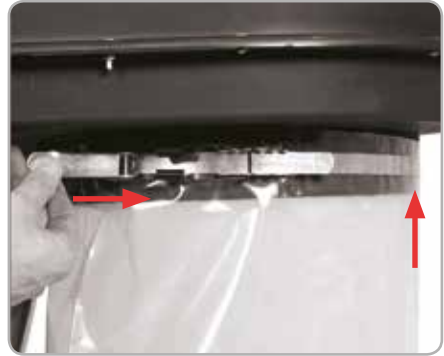

Fig.10
- Trageți sacul colector peste deschizătura inferioară a carcasei din material plastic astfel încât aceasta să fie complet acoperită și fixați-l cu ajutorul dispozitivului de prindere rapidă (Fig. 10).